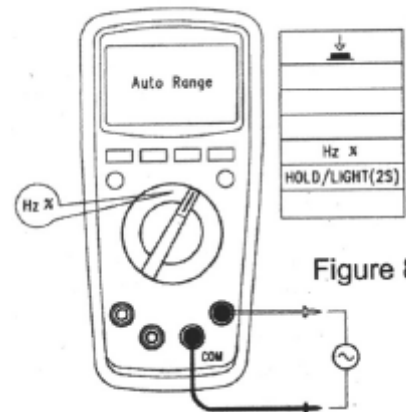

Figure 8
6) Измерение частоты/коэффициента заполнения (только для UT139B/C) (смотреть Figure 8)